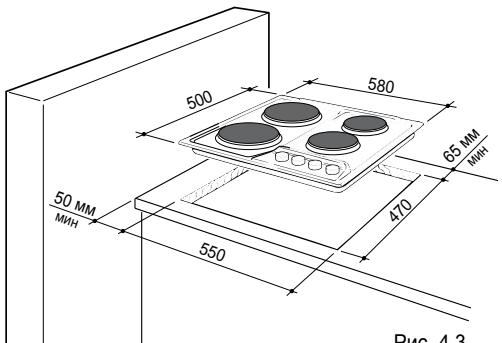

Рис. 4.3
- ✓ Настоящая варочная поверхность имеет защиту от перегрева прилегающих поверхностей класса "Y". Минимальное расстояние между варочной поверхностью и боковой стенкой, которая выше чем сама поверхность, должно быть 50 мм (Рис. 4.3).
Для встройки варочной поверхности в секцию кухонной мебели необходимо сделать отверстие, размеры которого показаны на Рис. 4.3, учитывая следующие указания:
- ✓ Расстояние от варочной поверхности до боковой стенки должно быть не менее 50 мм (Рис. 4.3);